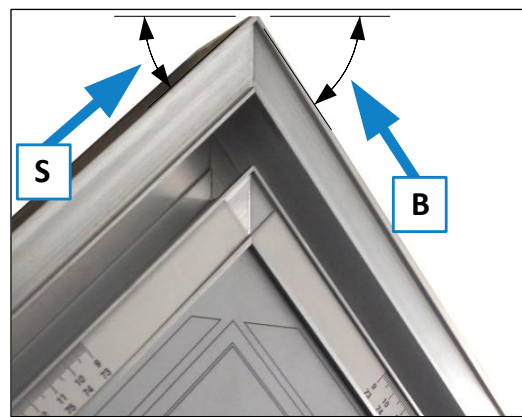

Abbildung 11: Winkel für falsche Gehrungen
Daraus ergibt sich nun auf der linken Seite des DSG-D automatisch der korrekte Winkel für das schmalere Werkstück (S) und rechts für das breitere Werkstück (B) zum Sägeblatt, so wie es in der \Rightarrow Abbildung 11 veranschaulicht ist.